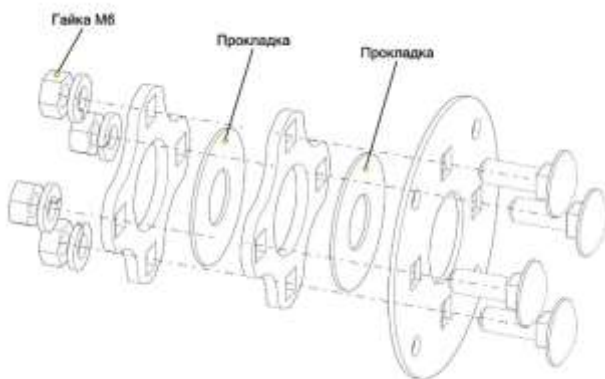

Рис. 25 – Замена прокладок сальника
5. Разобрать сальник, открутив 4 гайки М6 (рис.25);